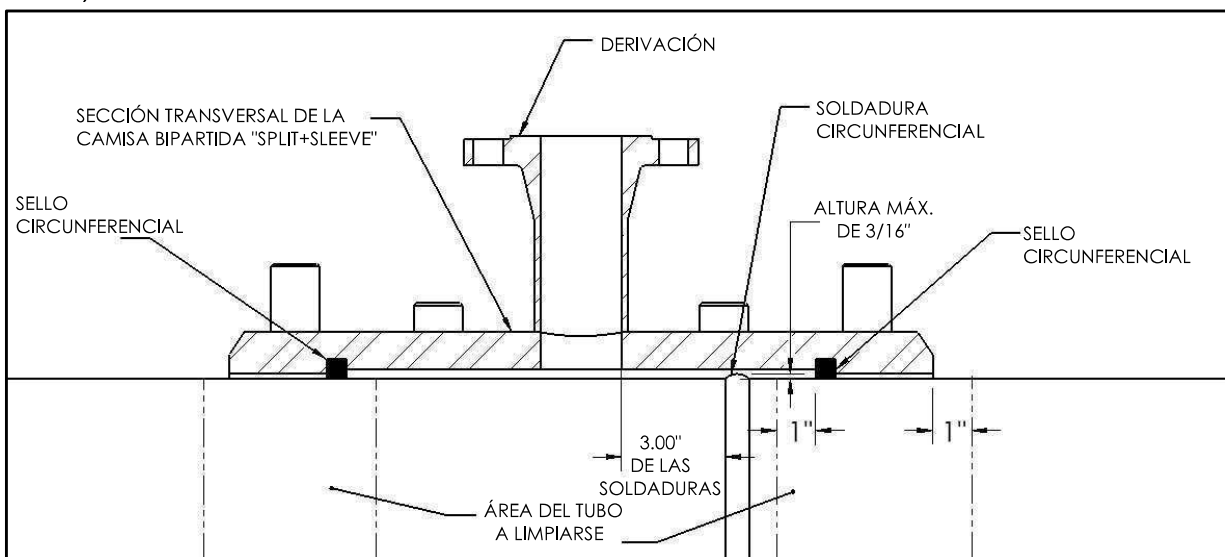

Figura 3
contacto con el tubo (consulte la Figura 3). Se prefiere un acabado casi blanco, como se indica en SSPC-SP10/NACE No.2, 1" (25 mm) antes y después del sello. Cuanto más limpia esté la superficie del tubo, más positivo será el sellado. Las superficies arenadas deben pulirse y quedar lisas.
3. Donde los sellos circunferenciales entrarán en contacto con cualquier soldadura longitudinal, circunferencial o en espiral en los tubos, las soldaduras en dicha área deben esmerilarse a ras del diámetro exterior del tubo. El área debe extenderse 1 pulgada (25 mm) dentro de los sellos y 1 pulgada (25 mm) más allá del accesorio, tal como se muestra en la Figura 3 designada, "Área del tubo a limpiarse".
4. Las soldaduras circunferenciales de los tubos entre los sellos circunferenciales no requieren esmerilarse a ras, siempre y cuando la altura de la soldadura no exceda de 3/16 pulgadas (4.7 mm) (consulte la Figura 3). Además, las soldaduras circunferenciales deben estar a por lo menos 3" (76.2mm) de la derivación.